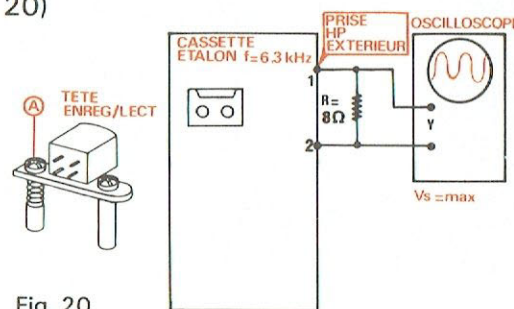

Fig. 20
A. RÉGLAGE D'AZIMUT DE LA TÊTE ENREG./LECT. (Fig. 20)